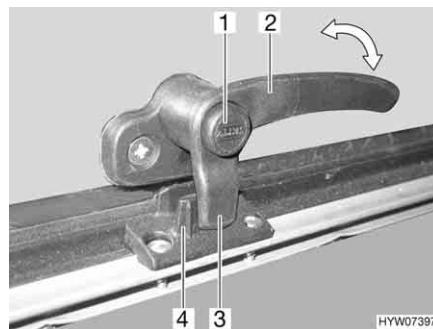
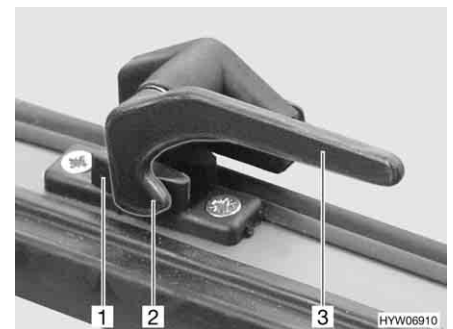

Bild 101 Verriegelungshebel mit Sicherungsknopf in Stellung "geschlossen"
Bild 102 Verriegelungshebel in Stellung "geschlossen"
- Wenn vorhanden, Sicherungsknopf (Bild 101,1) drücken und gedrückt halten.
- Den Verriegelungshebel (Bild 101,2 oder Bild 102,3) eine viertel Umdrehung zur Fenstermitte hin drehen.
- Den Verriegelungshebel (Bild 101,2 oder Bild 102,3) eine viertel Umdrehung zum Fensterrahmen hin drehen. Die Verriegelungsnase (Bild 101,3 oder Bild 102,2) am Verriegelungshebel liegt komplett auf der Innenseite der Fensterverriegelung (Bild 101,4 oder Bild 102,1).
- in Stellung "fest verschlossen" (Bild 101 und Bild 102)